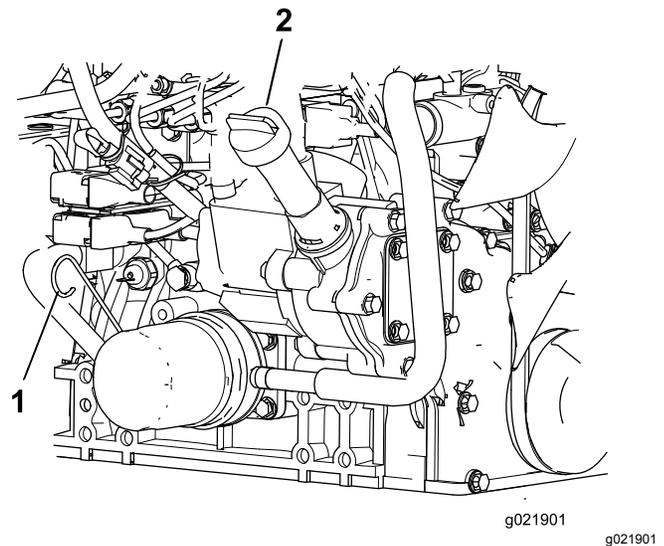

Bild 72
3. Entfernen Sie den Peilstab, wischen ihn ab und führen ihn wieder in das Rohr ein; ziehen Sie ihn dann wieder heraus. Der Ölstand sollte zwischen der NACHFÜLL- und VOLL-Markierung sein (Bild 72).
4. Wenn der Ölstand niedrig ist, entfernen Sie den Einfülldeckel und füllen Sie Öl ein, bis der Stand zwischen der VOLL- und NACHFÜLL-Markierung liegt (Bild 72).